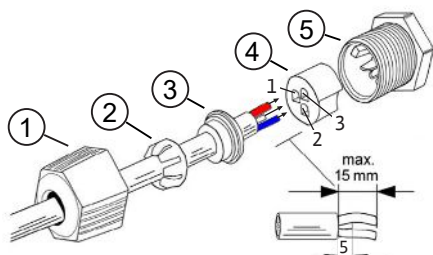

Fig. 19: Konektor Quickon
2. Odstraňte opláštění kabelu signálu (cca 15 mm). Konce vodičů musí být v rovině se spojovacím kroužkem (poz. 4) nebo mohou přečnívat o max. 2 mm, viz Fig. 19.